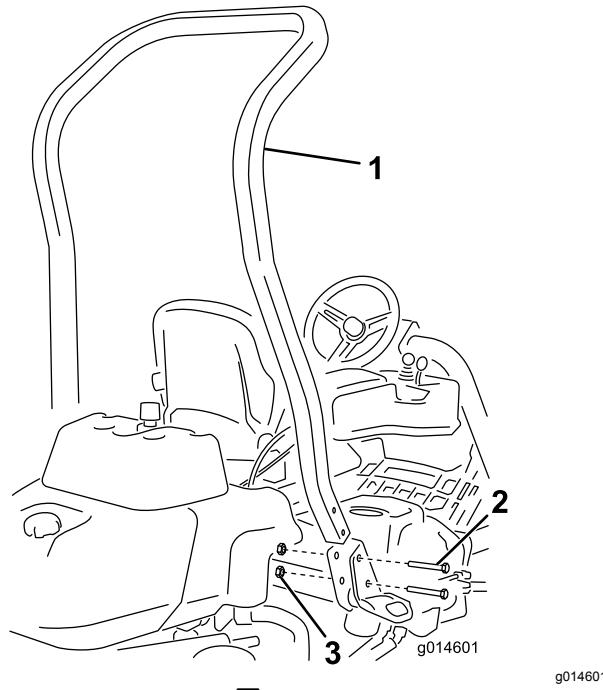

図 3
3. 機体の左右にあるポケットにROPSを差し込み、ボルト $\frac{1}{2} \times 3\frac{3}{4}$ インチ4本とフランジナット $\frac{1}{2}$ インチで図3のように固定する。